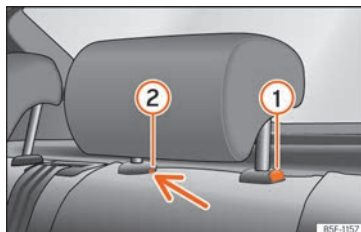

Fig. 107 Apoyacabezas trasero: desmontaje.
- Pulse la tecla »» fig. 107 ①, apretando a la vez por el orificio del seguro ② con un destornillador plano de máximo 5 mm de anchura y retire el apoyacabezas.